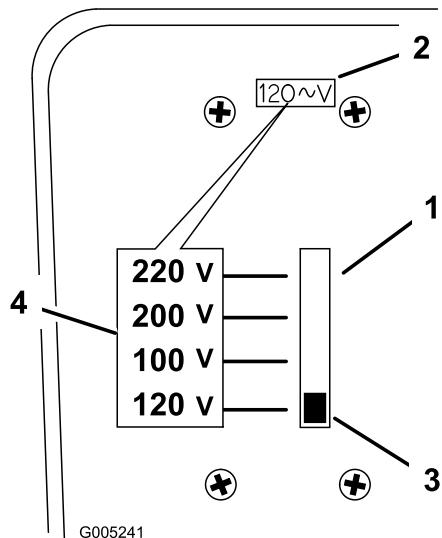

図7
1. チャージャの裏面にある電圧セレクタを探し出してください(図7)。
2. 選択スイッチを上下に動かして、電源の電圧に合わせる(図7)。